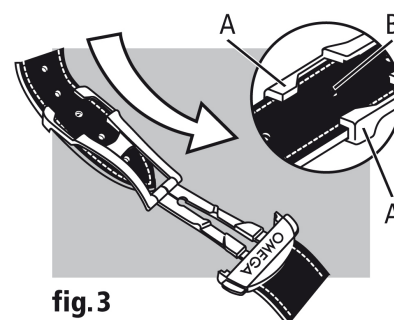

fig.3
Ajustement de la longueur (fig. 3) : libérer le long brin des deux guidages (A) et de l'ergot (B). Déplacer le bracelet dans le sens souhaité et réengager l'ergot et les deux guidages. Essayer la montre et recommencer si nécessaire.